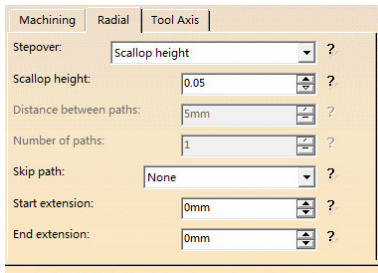

图 4-101 “Radial” 选项卡（4）
- 在“Radial”选项卡（4）的“Stepover”下拉列表中选择“scallop height”，在“Scallop height”文本框中输入“0.05” mm，如图 4-101 所示。